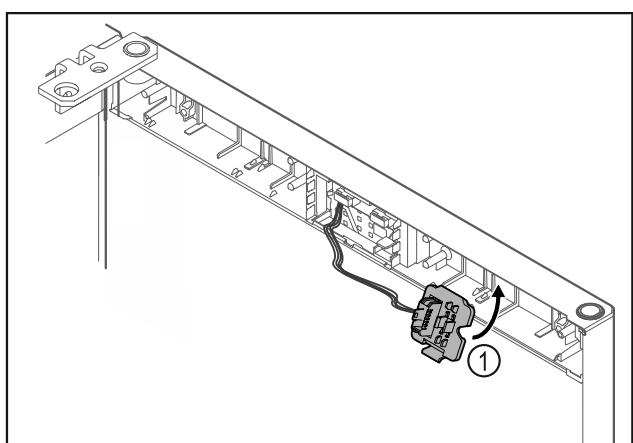

Fig. 24
► Uglavite držač utikača Fig. 24 (1) na suprotnu stranu.